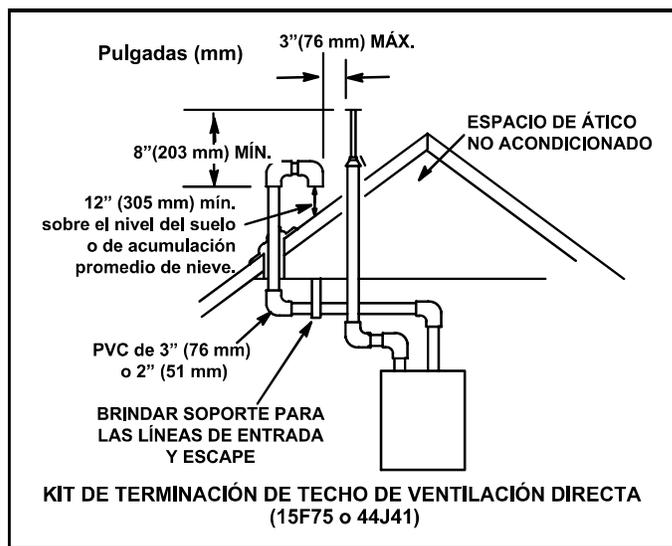

Figura 31
- 3 - En las terminaciones de techo, la tubería de entrada debe terminar recta hacia abajo usando dos codos de 90° (ver la Figura 31).